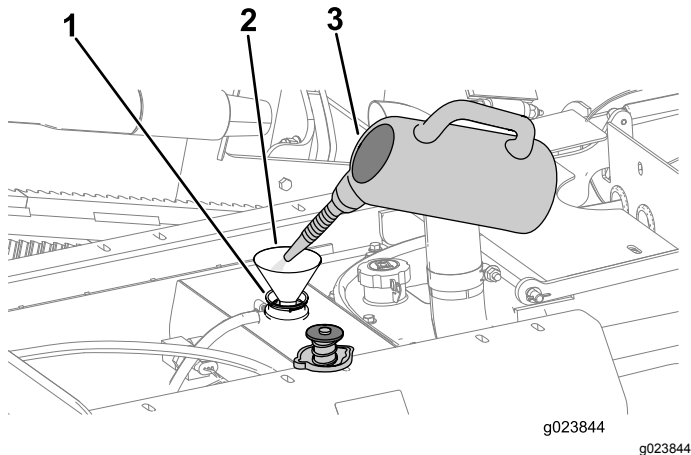

**Bild 112**
- B. Füllen Sie Reinigungslösung für die Kühlanlage durch den Füllstutzen in den Kühler ein (Bild 112).